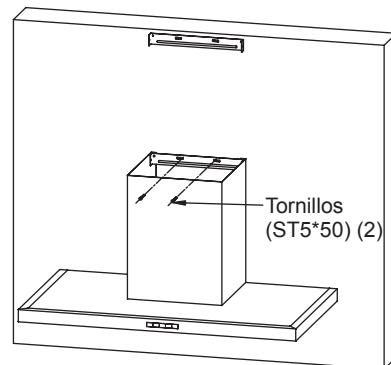

Fig.6
- Después de conectar el conducto de evacuación, ajustar con presión los tornillos (M5*12) para prevenir que la campana se deslice accidentalmente. Ver la imagen de referencia (Fig.6).